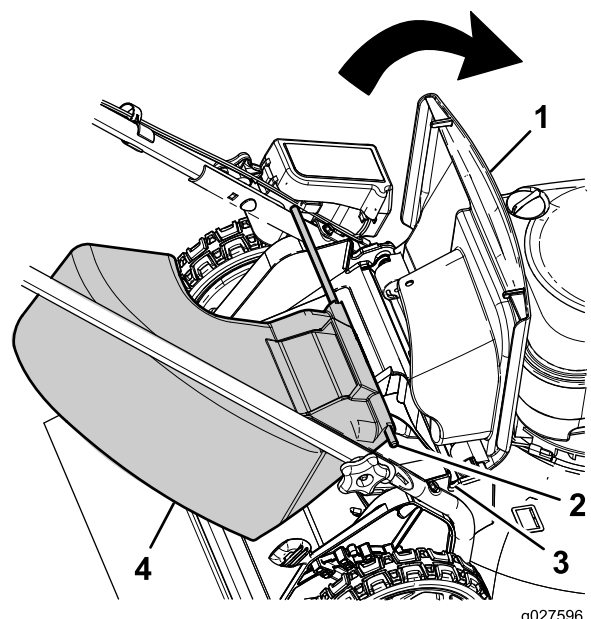

Figura 20
- Levantar o defletor traseiro (Figura 20).
- Insira as extremidades da barra da calha de descarga lateral nos entalhes dos suportes do manipulador (Figura 20).